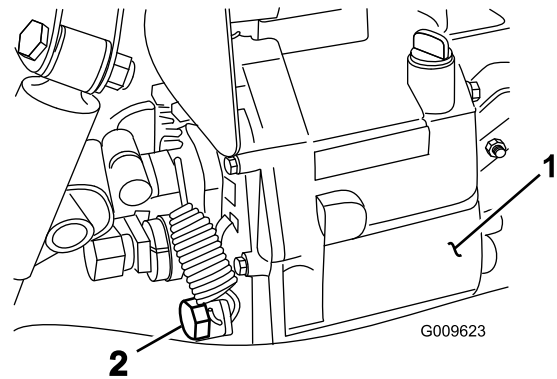

図 72
- 油圧オイルタンクの側面にあるドレンバルブをゆるめ、流れ出すオイルを容器に受ける (**図 72**)。